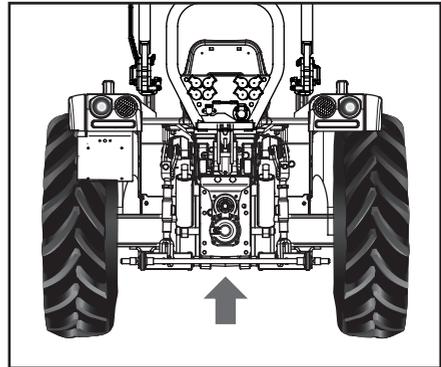

Abb. 6.26.2
1. Den Ölmesstab (1), der sich im hinteren Bereich in der Nähe der Krafthebereinheit befindet, herausziehen.
2. Einen Behälter mit geeignetem Fassungsvermögen unter dem Ablassstutzen (Abb. 6.26.2), der sich im unteren Bereich des Getriebegehäuses befindet, positionieren.
3. Den Deckel des Ablassstutzens (2) entfernen und das gesamte, im Getriebe vorhandene Öl abfließen lassen.